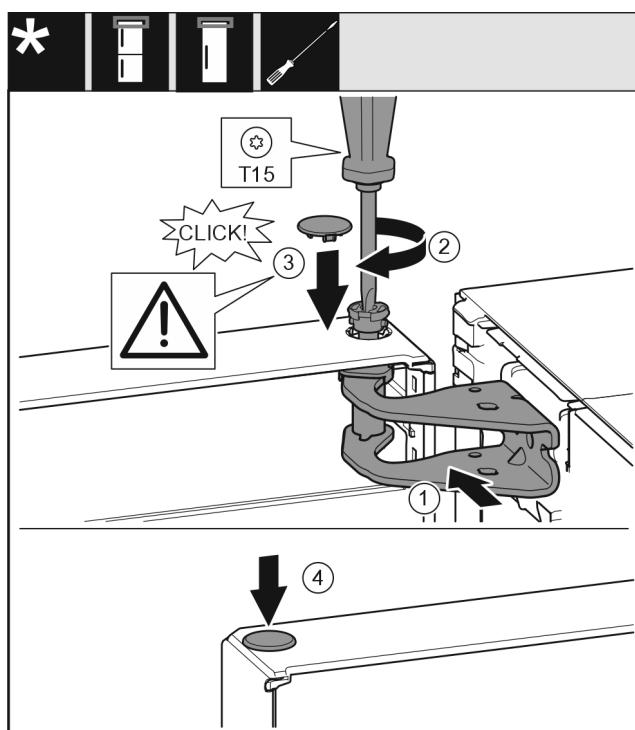

Fig. 19
- Tür oben zur Öffnung im Lagerbock ausrichten. Fig. 19 (1)
- Bolzen einsetzen und mit Schraubendreher T15 fest-schrauben. Fig. 19 (2)
- Sicherungsabdeckung zur Sicherung der Tür montieren: Sicherungsabdeckung einsetzen und Kontrollieren ob sie auf der Tür aufliegt. Ansonsten Bolzen vollständig einsetzen. Fig. 19 (3)
- Stopfen einsetzen. Fig. 19 (4)